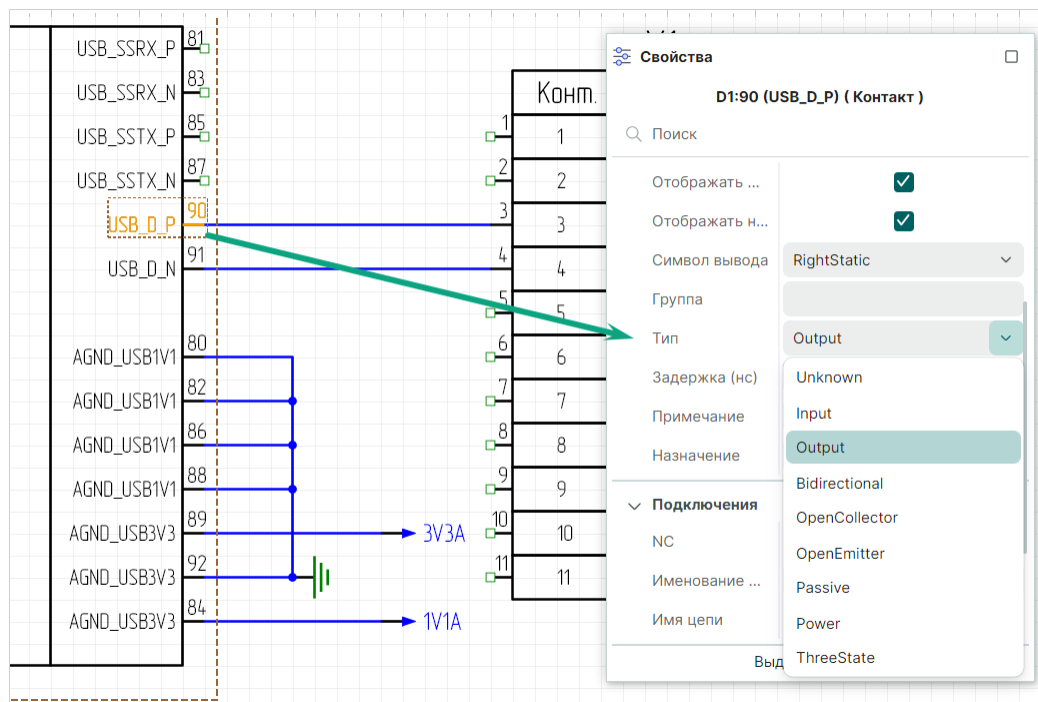

Рис. 142 Определение типа контакта элемента диффпарной цепи
2. В окне «Свойства» → «Вывод» → «Тип» выберите тип контакта Output, см. Рис. 142.